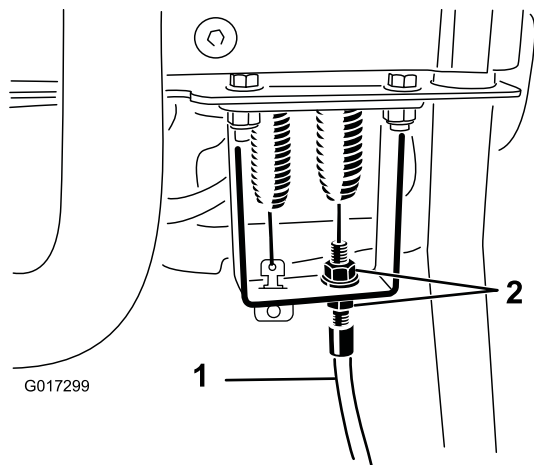

图52
4. 在控制手柄隔板上放松滚刀控制装置拉线直至拉线松弛 图52。